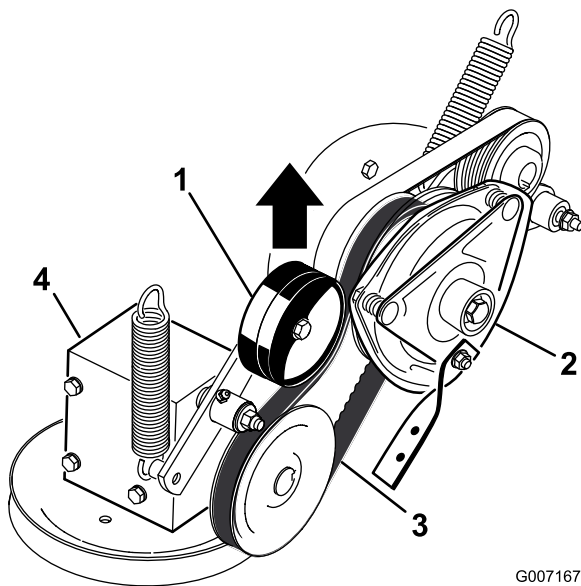

Figura 64
4. Puxe a polia intermédia da mola para a correia de transmissão da PTO e retire a correia da polia da embraiagem (Figura 64).
16. Puxe a polia intermédia da mola para a correia de transmissão da PTO e instale-a na polia da embraiagem (Figura 64).